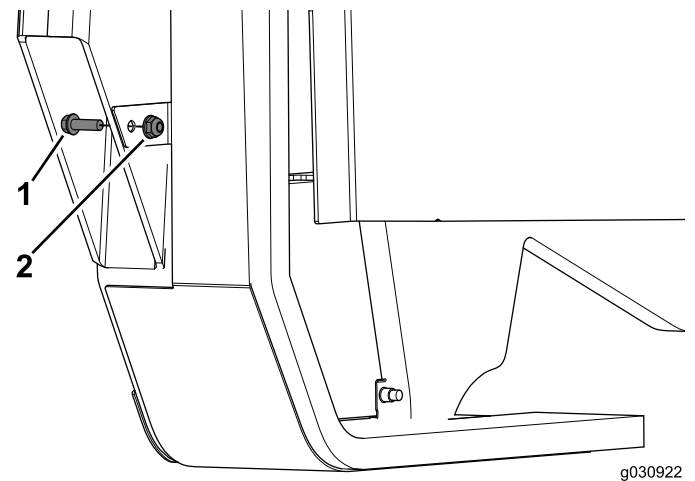

Figura 28
4. Utilize o parafuso (1/4 x 3/4 pol.) e porca flangeada para concluir a instalação do conjunto do painel (Figura 28).